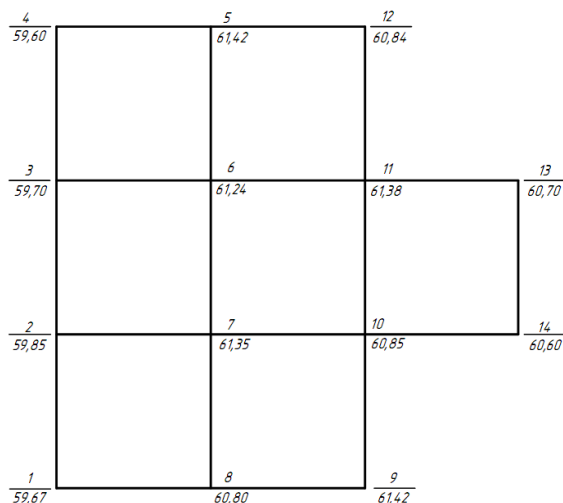

Рисунок 1 Схема нивелирования площадки по квадратам
16. По данным схемы нивелирования площадки по квадратам (рисунок 1) необходимо: